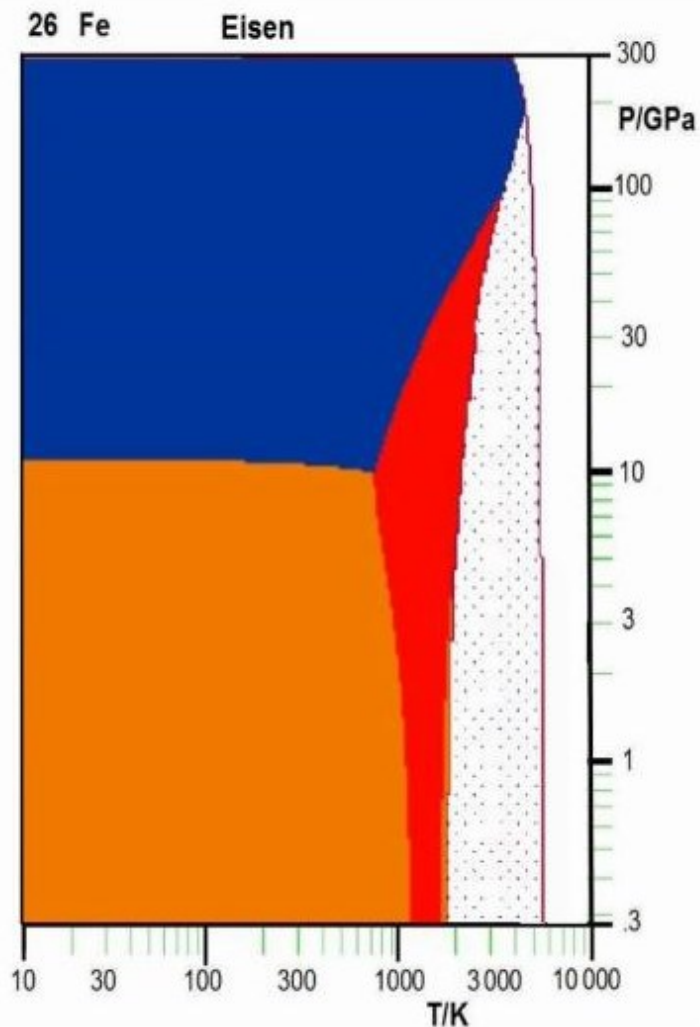

Abbildung 57: Die verschiedenen Formen von reinem Eisen
**Der Alchemist:** Bei unseren Normalbedingungen ist die stabile Struktur von reinem Eisen  $\alpha$ -Fe. Bei Werkzeugstählen nennt man diese Form Ferrit, auch wenn es sich dabei oft um Legierungen mit anderen Beimischungen handelt. Bei höheren Temperaturen, im Bereich um 1184 K (911°C), ändert Eisen seine Struktur und verwandelt sich in Austenit, die nichtmagnetische  $\gamma$ -Fe-Hochtemperatur-Phase. Bei einer Temperatur von 1665 K (1392°C) taucht dann aber kurz vor dem Schmelzen noch einmal ein Hochtemperatur-Ferrit auf. Da müsst ihr in dem Bild 57 schon sehr genau hinschauen, wenn ihr diesen schmalen Bereich vor dem Schmelzen sehen wollt. Das ist hier aber noch nicht alles!
**Der Alchemist:** Da hast du recht! Das Phasendiagramm von Eisen, Bild 57, zeigt euch, dass bei einem Druck von etwa 10 GPa zunächst der cF4-Austenit in hexagonales hP2-Hochdruck-Eisen übergeht. Bei höherer Temperatur erfolgt die entsprechende Umwandlung auch für cI2-Ferrit. Wichtig ist dabei, dass dieses hP2-Eisen selbst bei tiefen Temperaturen nicht magnetisch wird und bei den hohen Temperaturen des Erdkerns schon gar nicht! Das Magnetfeld der Erde hat also nichts mit den magnetischen Eigenschaften von normalem Eisen zu tun, sondern entsteht alleine durch die Bewegungen im äußeren Kern der Erde, der aus einer Eisen-Nickel-Schmelze besteht. Hier gibt es noch eine interessante Frage der Geowissenschaftler, die unsere modernen Alchemisten jetzt beantworten können! Wie heiß ist denn der Erdkern? Für alle Modelle über den Erdkern, die Bewegungen im Erdkern und dann auch für den Erdmantel bis hin zum Vulkanismus ist eine genaue Antwort auf diese Frage äußerst wichtig.